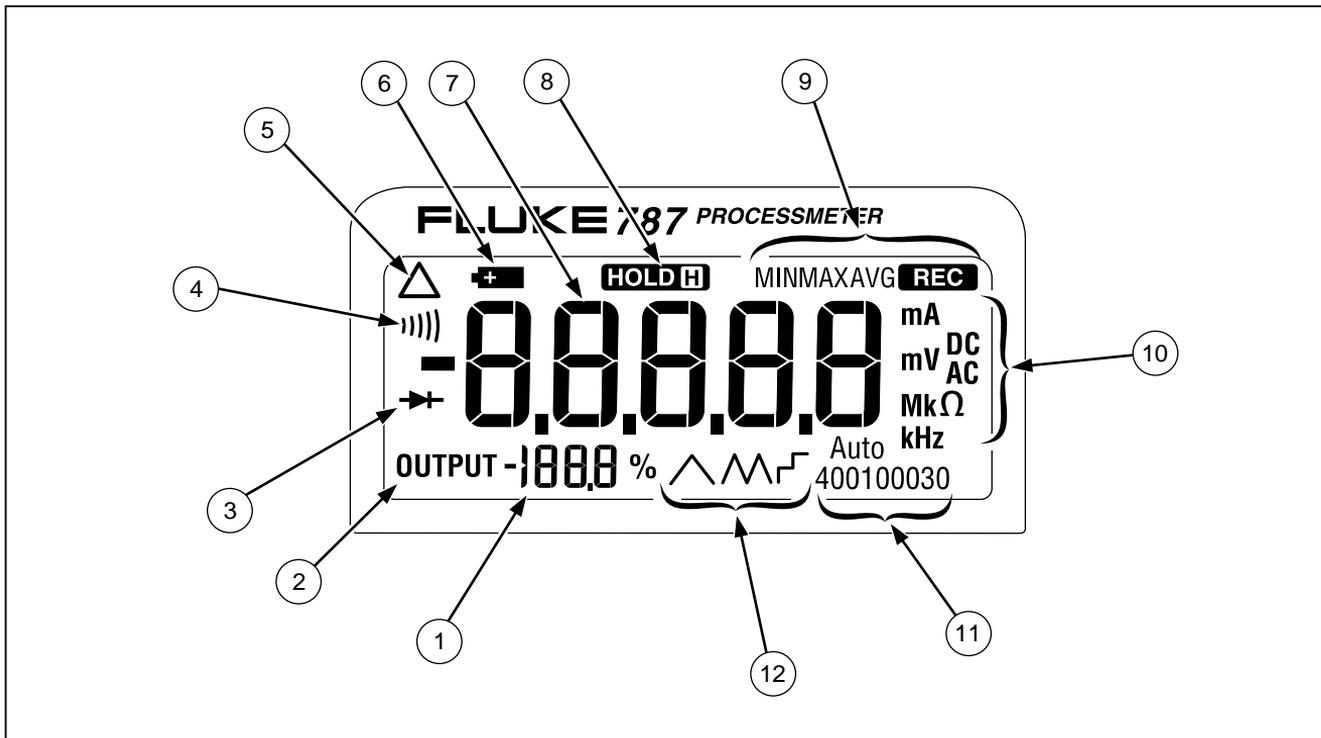

Figure 5. Éléments de l'affichage
- La figure 5 et le tableau 6 contiennent des explications sur les éléments de l'affichage.